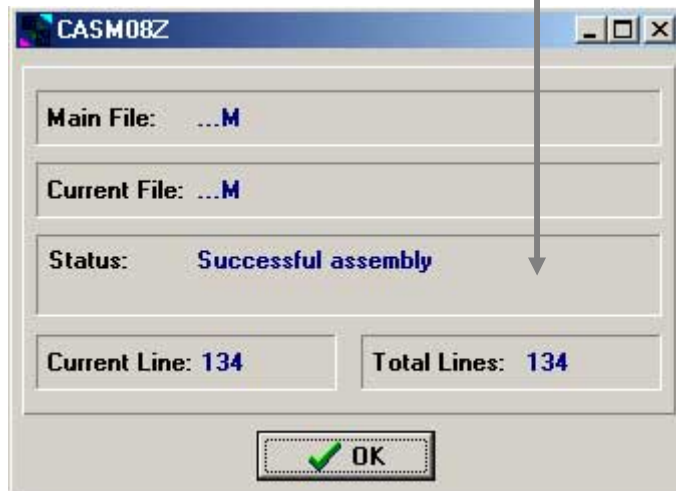

Figura 70. Compilación de Programas. Acceda WinIDE y abra el archivo a compilar, luego presione F4 o el botón del compilador y espere a que termina la acción.
- (1) Inicie WinIDE (figura 70(1)). (2) Abra el archivo en ensamblador (File/Open)
- (3) Presione F4 o el botón del compilador (4) Espere el final de la compilación
- (a) Inicie WinIDE, como se muestra en la figura 70(1).